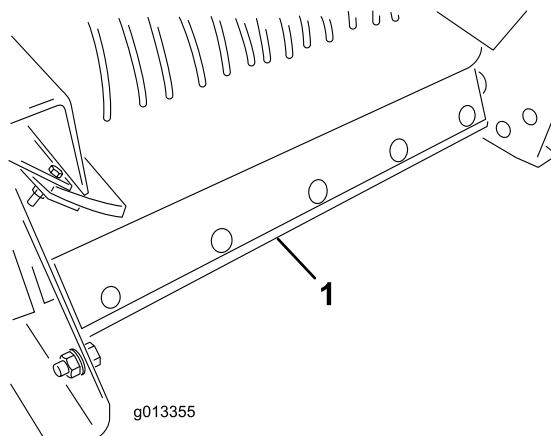

Figura 56
- Remova o conjunto de escovas de limpeza da correia da traseira da máquina (Figura 56).